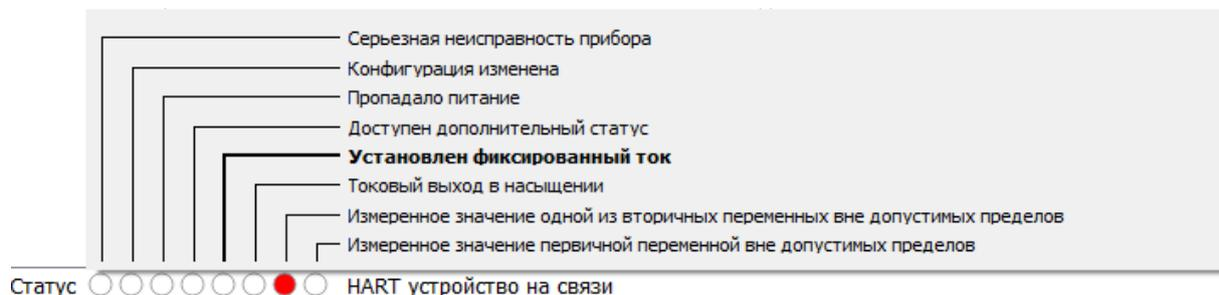

Рис.12 Расширенная панель статуса прибора
- всплывающей панели с расшифровкой состояний (Рис.12);
При наведении курсора на панель появится всплывающее окно с расшифровкой текущих флагов состояния HART прибора (Рис.12), причём при наведении курсора на каждый из элементов индикации производится выделение соответствующей ему информационной строки.